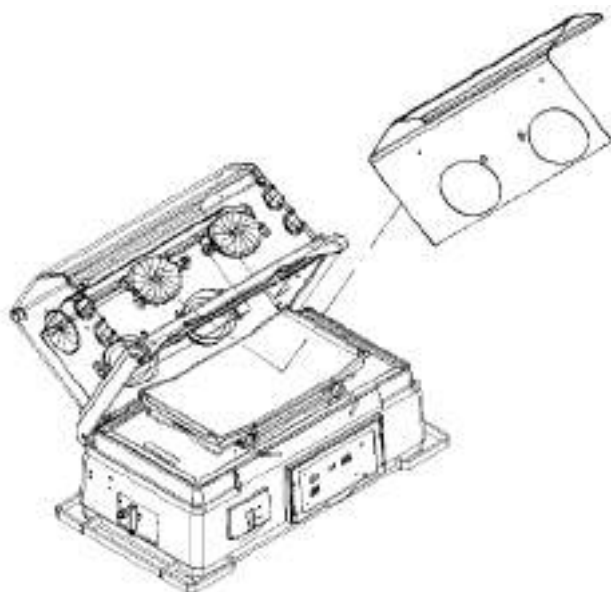

Figura 249 – Cúpula interna retirada – incubadora com corpo em plástico de engenharia
5. Mova a parede interna para cima para destravar nos dois lados, com cuidado retire a cúpula interna para fora, conforme figura 249 e 250. Caso o equipamento estiver montado com o módulo de controle MC2 ou 3, será necessário retirar o módulo dos sensores antes de retirar a cúpula interna.